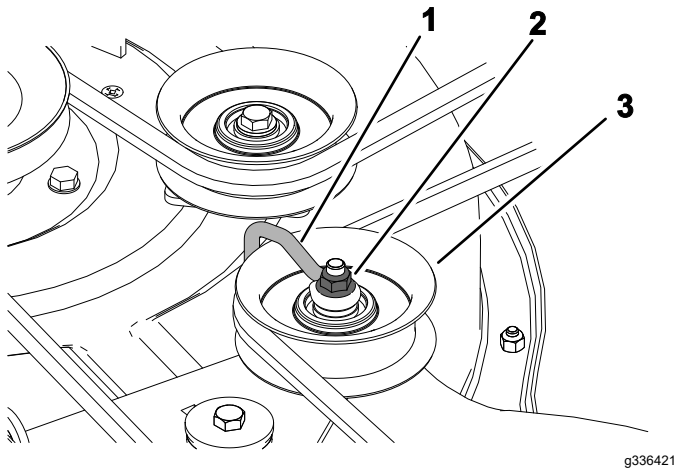

Figura 51
- Afloje la tuerca que sujeta el soporte de alambre a la polea tensora (Figura 51).
**Nota:** Coloque el soporte de alambre contra el brazo tensor, como se muestra en la Figura 51.